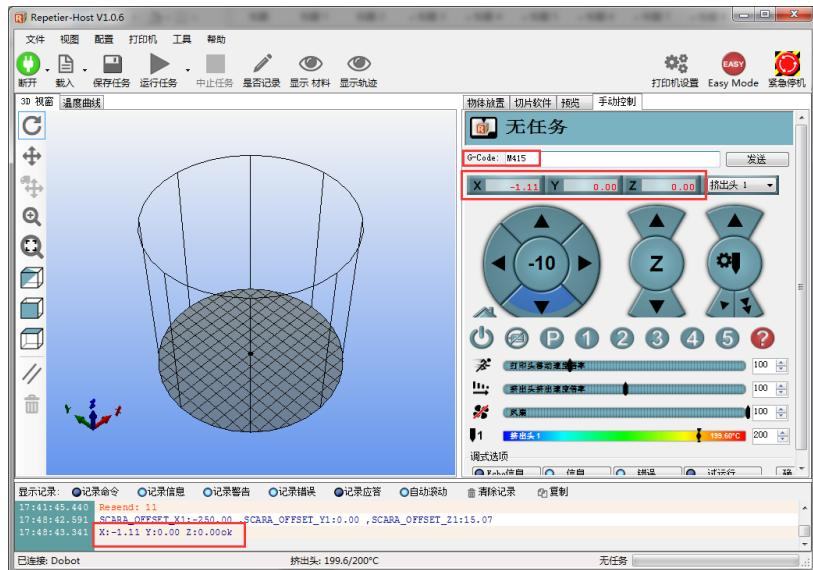

图 5.133 获取机械臂坐标
2. 在Repetier Host页面右侧“G-Code”栏输入M415并回车，保存Z轴坐标，如图 5.133所示。